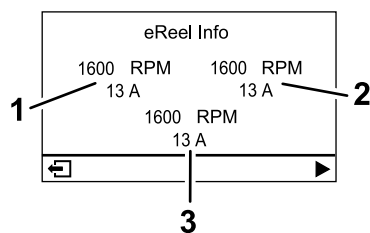

Figura 19
- **Ecrã de informações do motor eReel (Figura 19):** mostra a velocidade e tensão de cada motor da unidade de corte.